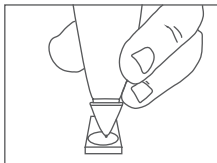

Abb. 1.13
6. Setzen Sie die Prüfspitze zum Kalibrieren vorsichtig rechtwinklig auf die Kalibrierscheibe, wie in **Abb. 1.13** gezeigt. Achten Sie darauf, dass die Prüfspitze während dieses Vorgangs vollständig eingedrückt ist, um einen konstanten Druck auf die Spitze zu gewährleisten.